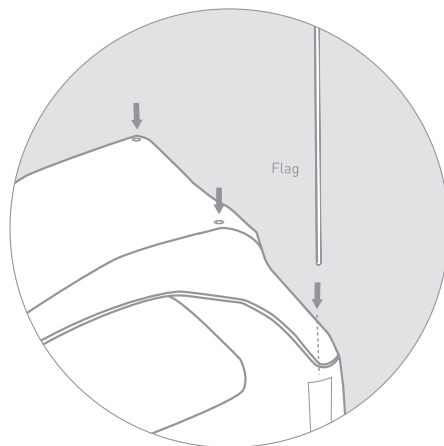
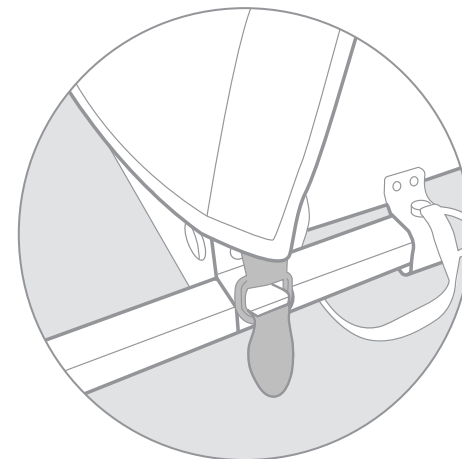

Figura 7
Figura 8
1. Coloque la cubierta en el remolque mediante broches (figura 7). Deslice los aros en forma de D de la cubierta sobre los ganchos de las esquinas frontales del remolque (figura 8).
2. Monte juntas las secciones del mástil y después deslice la bandera de seguridad en el bolsillo de la bandera del panel lateral (figura 7).